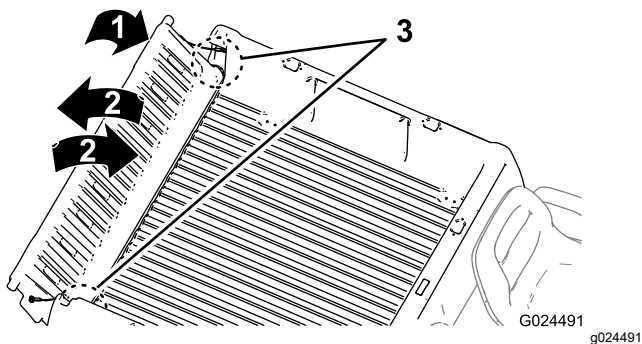

Рисунок 15
- Установите откидной борт в положение под углом приблизительно 45° (Рисунок 15).
- Короткими движениями, встряхивая, переместите откидной борт назад и вперед несколько раз (Рисунок 15).